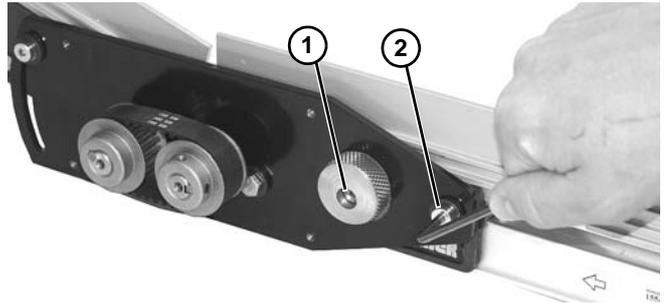

Figura 23
- 13. Apriete el tornillo (Figura 23, artículo 1) en la leva para fijar la tensión de la banda.
- 14. Apriete el tornillo (Figura 23, artículo 2) a 7 Nm para fijar la posición.